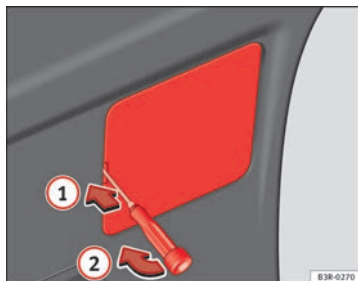

Fig. 230 Retirar la cubierta del revestimiento del portón trasero
- Introduzca un destornillador en la ranura de la cubierta ⇒ fig. 230 ① y extraiga la misma haciendo palanca ②.